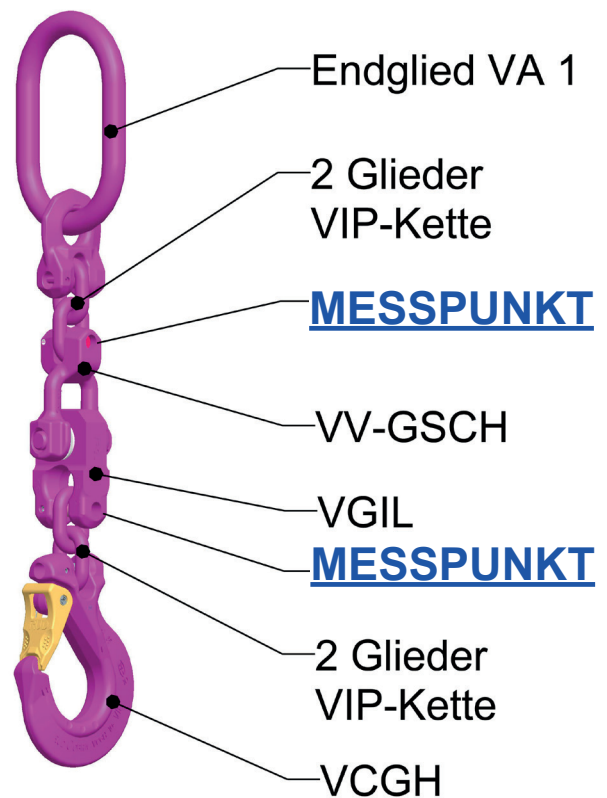

Abb. 4: Messpunkte
- Alternativ kann die VIP-Isolierlasche auch an den vorgegebenen Messpunkten mit einem Isolationsmessgerät (bis 1000 V) geprüft werden (vgl. Abb. 4). Hierbei wird die Isolation zwischen den Messpunkten überprüft. Isolationswiderstand bei 1000 V =>  $\geq 1,0 \text{ M}\Omega$  (nach DIN EDV 0100-600).